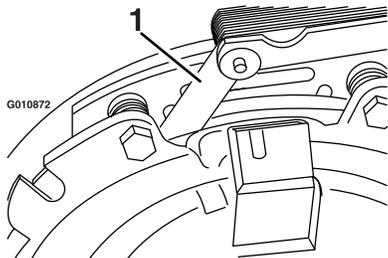
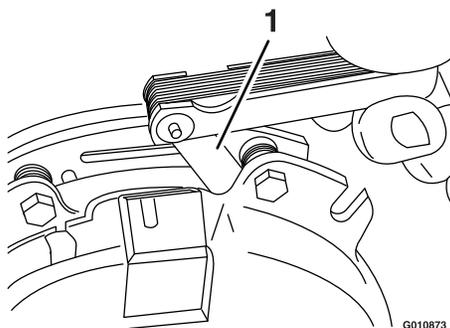

Рисунок 66
Рисунок 67
- E. Используя калибр на 0,010 дюйма, проверьте наличие зазора между поверхностями ротора и якоря на обеих сторонах тяги тормоза, как показано на Рисунок 66 и Рисунок 67.